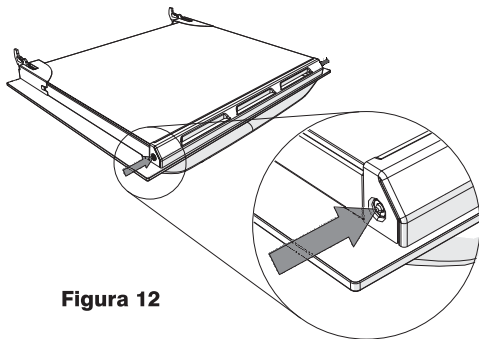

Figura 12
2. Pressione com as duas mãos os pinos aos lados da tampa superior (Figura 12).